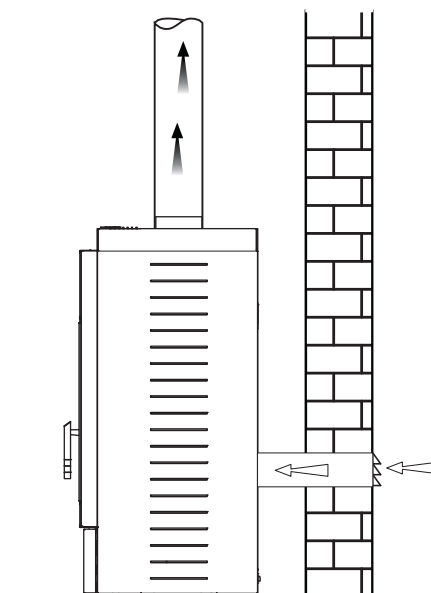

Fig. 5.6
- per garantire un maggior comfort in ambiente, è possibile collegare l'ingresso dell'aria comburente della stufa alla presa d'aria con un apposito condotto (Fig. 5.6).